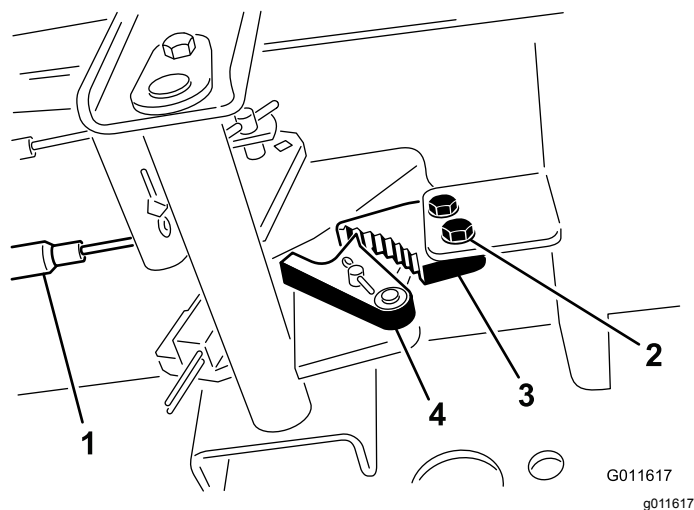

Figura 62
1. Allentate le due viti che fissano il nottolino del freno di stazionamento al telaio (Figura 62).
2. Premete in avanti il pedale del freno di stazionamento finché il fermo non s'innesta completamente nel nottolino del freno (Figura 62).